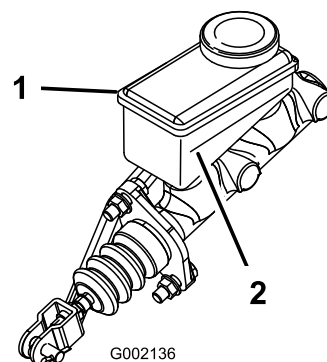

Figure 67
5. Observez le repère de niveau sur le côté du réservoir (Figure 67).
- B. Versez du liquide de frein DOT 3 dans le réservoir jusqu'à ce que le niveau dépasse le repère minimum (Figure 67).